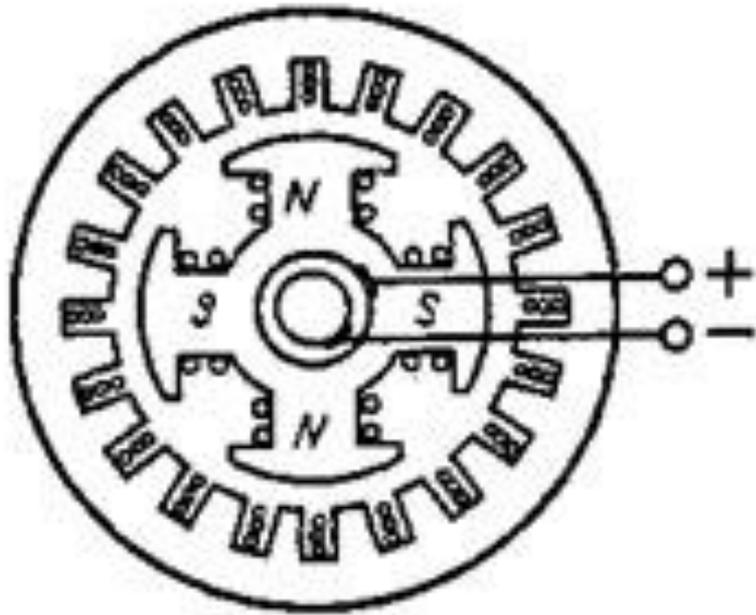

Рис. 1. Конструктивный вариант синхронной машины, при котором обмотка якоря располагается на статоре, а обмотка возбуждения - на роторе
- В синхронных машинах чаще всего находит применение конструкция, при которой, обмотка якоря располагается на статоре, а обмотка возбуждения - на роторе (рис. 1). Синхронные машины небольшой мощности иногда имеют обращенное исполнение, когда обмотка якоря располагается на роторе, а обмотка возбуждения - на полюсах статора (рис. 2). В электромагнитном отношении обе конструкции равноценны.